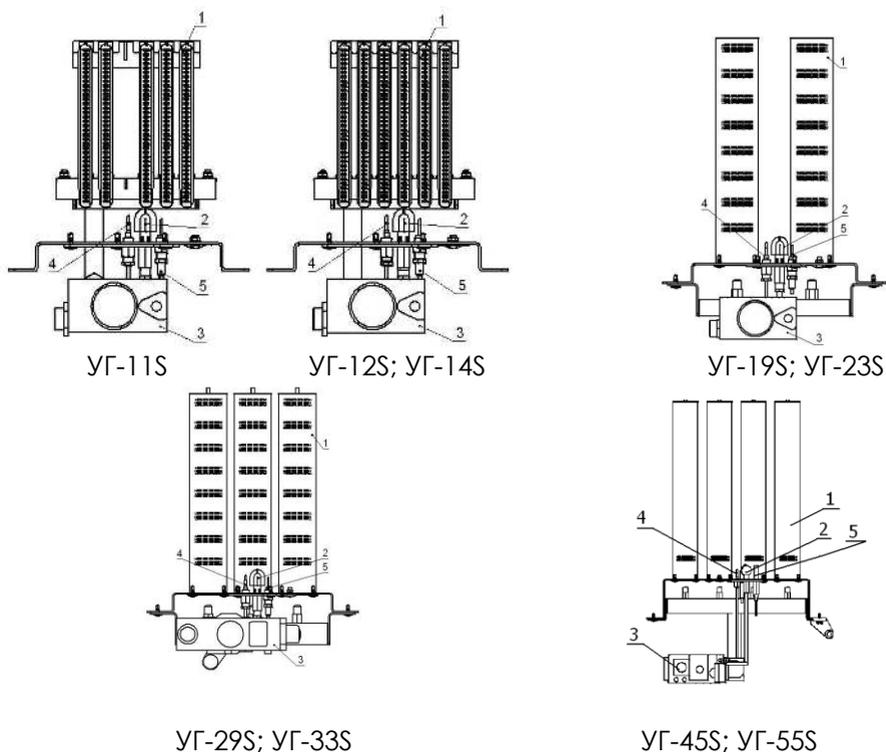

Рис. 1 Газогорелочные устройства с автоматикой безопасности и регулирования SIT.
6.5.1 УГ-... S (рис. 1) состоит из секций или газогорелочных труб POLIDORO 1, автоматики безопасности и регулирования SIT, включающей в себя: